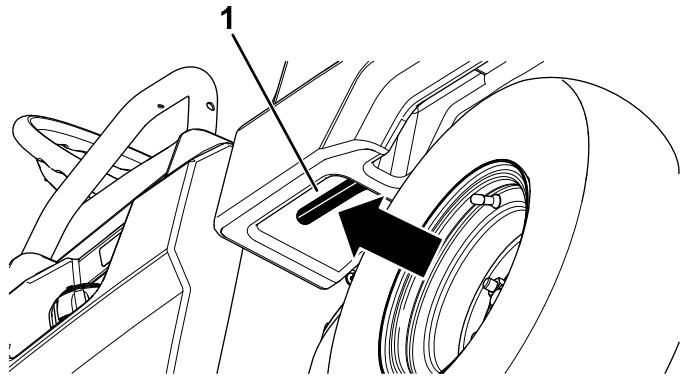

图 11
1. 向左拉操纵杆使货箱内部朝向您然后升起货箱图 11。
1. 提起门锁控制杆轻微升起货箱图 11。